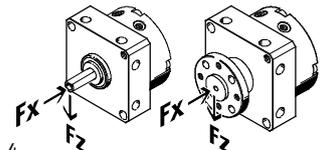

Fig. 4
4. Veiller à respecter les indications suivantes lors de la fixation de la charge utile (Fig. 4) :